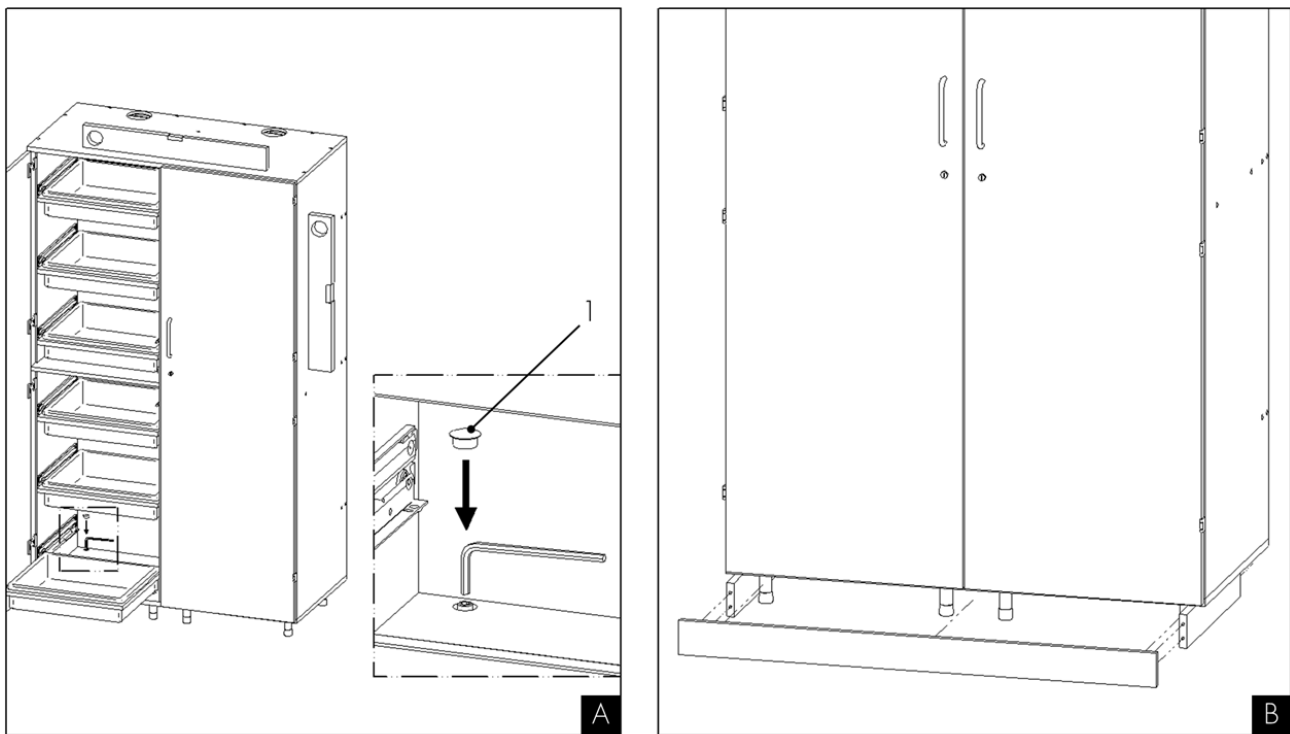

Abb. 10: Ausrichten eines ACID C pro.
1. Verpackung entfernen und Zubehör (1) entnehmen (A).
2. Sicherheitsschrank ruckfrei von der Transportpalette (3) nehmen und mit einem geeigneten Transportmittel (4), z. B. einem Hubwagen, aufrecht stehend aufnehmen. (B).
3. Standfüße von unten vollständig in die vorbereiteten Löcher schrauben (C).
5. Sicherheitsschrank ausrichten, siehe Abb. 10.